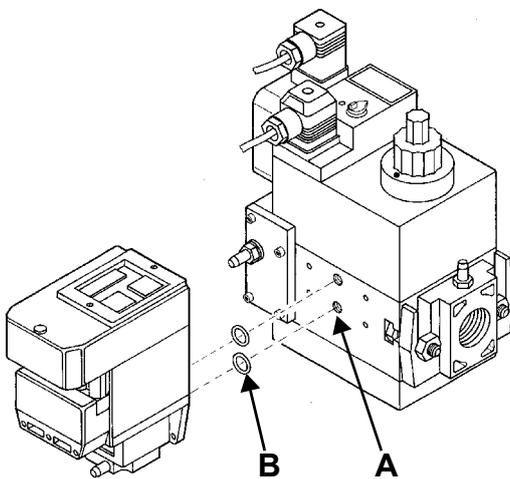
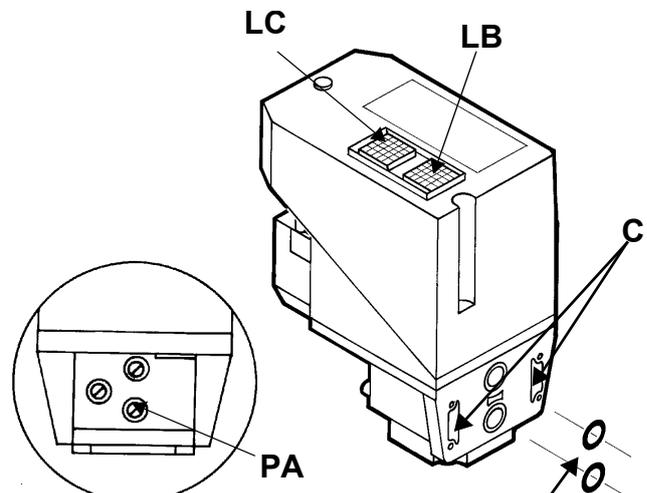

Рис. 23
Рис. 24
- 2 Замерить давление газа **A** и **B** (см. Рис. 23)
- 3). снять крепежные винты группы Multibloc (Рис. 23-А)
- 4). вставить уплотнительные кольца (10,5x2,25) в VPS 504 (Рис. 24-В, Рис. 23-В)
- 5). закрутить 4 винта блока контроля герметичности (M4x16) Рис. 23-С.
Для проверки работы, подсоедините манометр к штуцеру для отбора давления **PA** (Рис. 24). Если проверка завершилась положительно, через несколько секунд загорается жёлтая лампочка **LC**. В противном случае загорается красная лампочка блокировки **LB**. Чтобы перезапустить горелку, необходимо разблокировать блок управления нажатием на светящуюся кнопку **LB**.